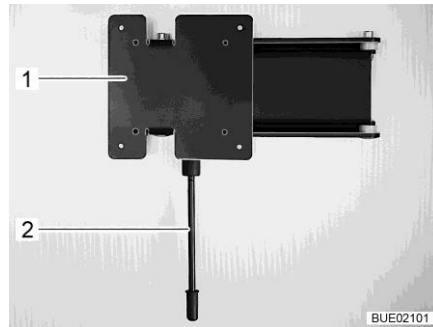

Fig. 90 Supporto a parete
- Tirare verso il basso la leva di sbloccaggio (Fig. 90,1) e ruotare il supporto (Fig. 90,2) con lo schermo piatto nella posizione desiderata.